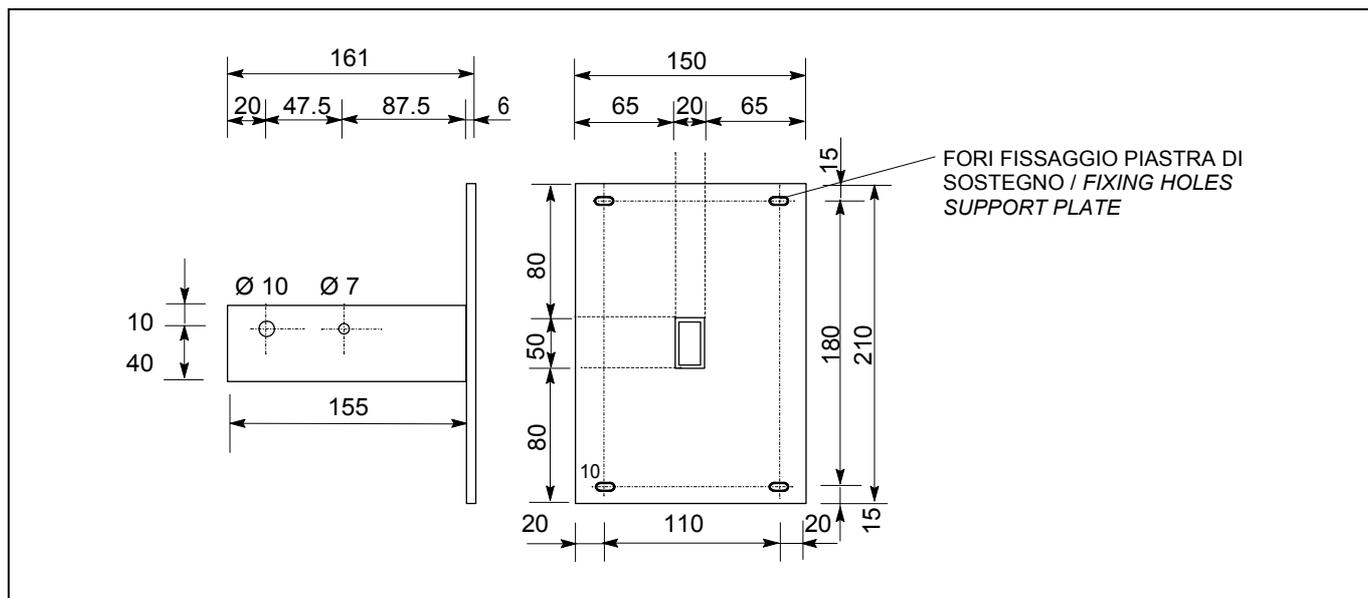
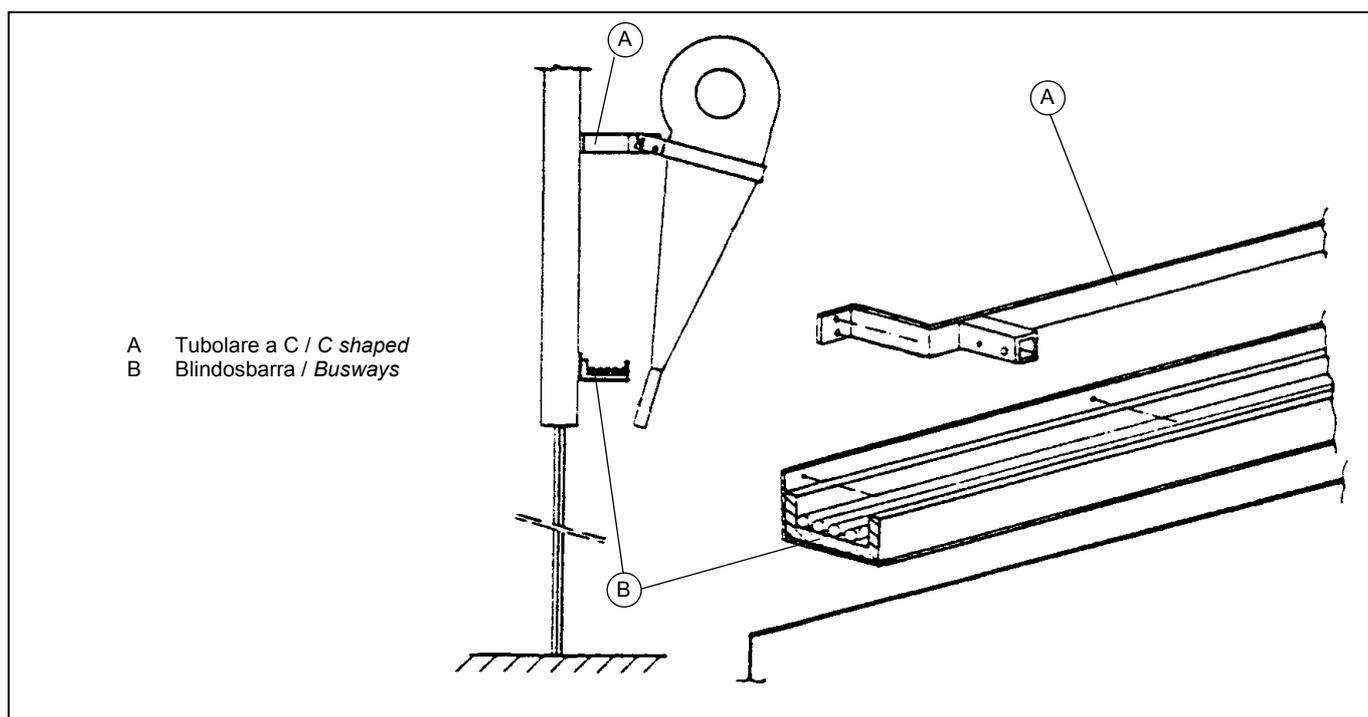

Figura 4 – PARTICOLARE PIASTRA DI SOSTEGNO / Figure 4 - DETAIL SUPPORT PLATE
Figura 11 – Figure 11
5. Forare il muro in corrispondenza dei fori di fissaggio della piastra di sostegno A (vedi Figura 4).
14. Nel caso in cui sopra il portone ci sia un ostacolo (es. blindosbarra, tubazioni ecc.) di ingombro superiore alla distanza utile fra boccaglio e piastra di fissaggio (Figura 11) che non permette l'installazione della barriera d'aria suggeriamo alcune soluzioni:
- nel caso di più moduli è possibile installare un tubolare 50x50 a forma di C (vedi Figura 11), sul quale poi saldare il tubolare 50x20 di lunghezza 155 mm opportunamente tagliato dalla piastra di fissaggio (vedi Figura 4).
- utilizzare la piastra di fissaggio sostituendo il tubolare 50x20 lunghezza 155 mm con un altro tubolare avente la stessa sezione e una lunghezza massima di 300 mm opportunamente forato (vedi Figura 4).